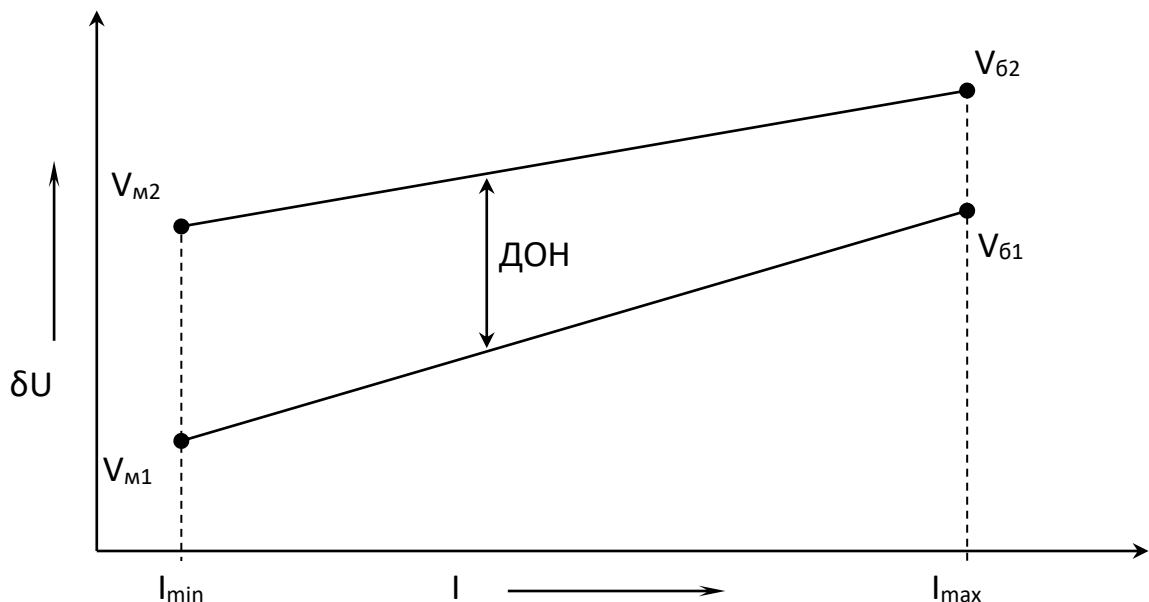

Рис. 15. Общий вид графика ДОН
Таким образом, по формулам (2) – (11) можно найти границы диапазона ДОН, соответствующие режимам наибольшей и наименьшей нагрузок, и построить график необходимого изменения ДОН в точке учета в зависимости от нагрузки. Пример такого графика приведен на рис. 15.
- 6) В соответствии с методикой, приведенной в подразд. 4.1, по формулам (1) – (10) произвести расчет диапазона ДОН на шинах 10 кВ ГПТ для смоделированной сети, построить график ДОН (см. рис. 15).